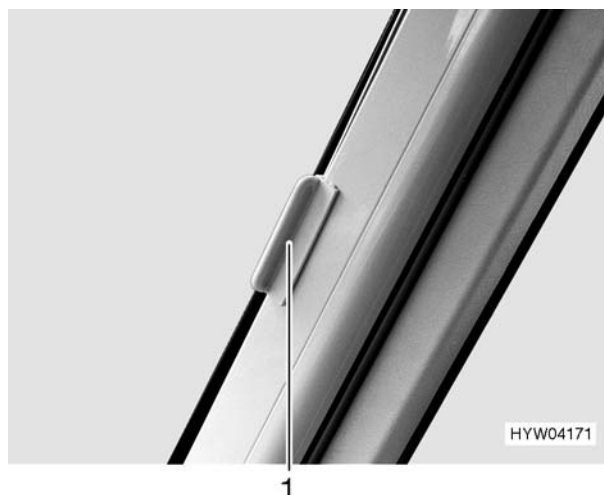
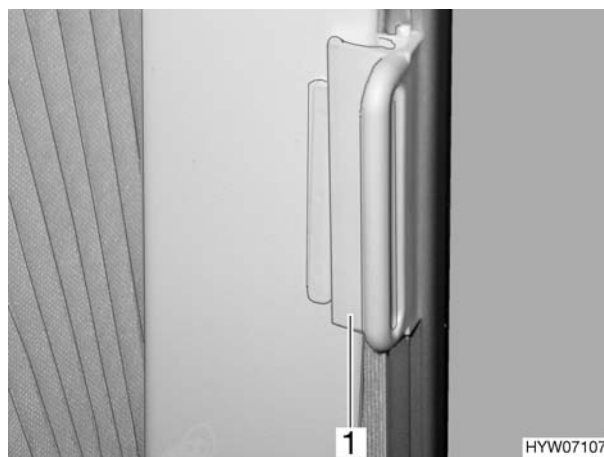

Fig. 22 Dispositivo di bloccaggio aggiuntivo per le tendine oscuranti pieghevoli sulla prua (classe B)
Fig. 23 Bloccaggio delle tendine oscuranti pieghevoli per il finestrino del conducente/passeggero (Camp, Tramp)
► Durante la marcia le tendine oscuranti pieghevoli per il parabrezza, la finestra del guidatore e del passeggero devono essere aperte, bloccate e fissate tramite il dispositivo di bloccaggio aggiuntivo (Fig. 22,1 e Fig. 23,1).